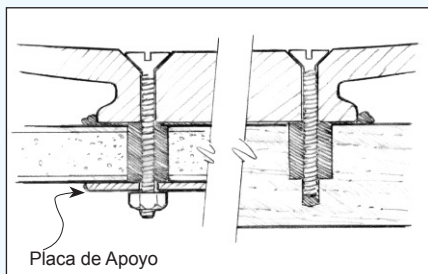

Figura 18 Apriete las fijaciones hasta que una pequeña cantidad de epoxi rezume de la unión.
- Coloque el accesorio en su posición. Inserte y apriete las fijaciones hasta que una pequeña cantidad de la mezcla rezume de la unión (*Figura 18*).